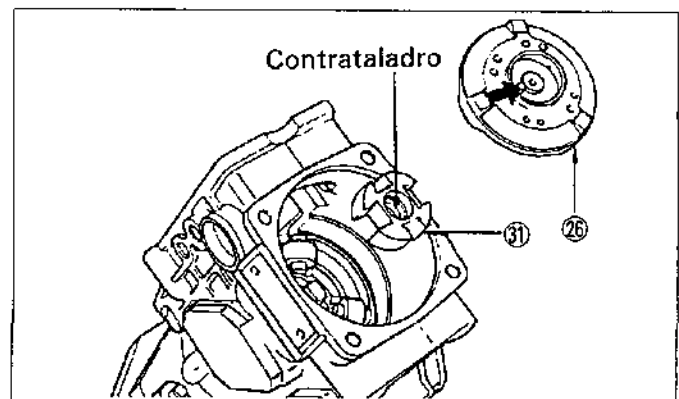

Figura.14-19 Instalación del acoplador
Instale el eje impulsor en el acoplador de leva ③① encima de las colas del eje impulsor y en el centro del anillo de rodillos. Asegúrese de que el contrataladro del acoplador, provisto para el resorte de acoplamiento, esté en el lado contrario del eje impulsor. (Vea la figura.14-19)